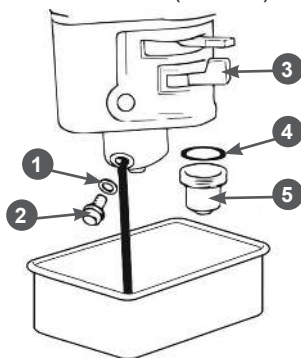

Рис. 25 Обслуживание карбюратора
1. Установите под карбюратор подходящую емкость (Рис. 25).
2. Установите рычаг топливного крана 3 в положение «ЗАКРЫТО» (Рис. 25).
3. Открутите болт 2 сливного отверстия и слейте топливо из поплавковой камеры карбюратора в подготовленную для этого ёмкость (Рис. 25).
4. Открутите стакан отстойника 5, вылейте из него топливо в заранее подготовленную емкость (Рис. 25).